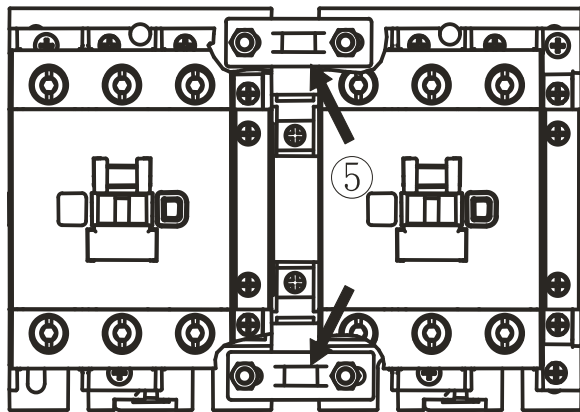

图14
(3)FR6机械连锁的安装方法如图14所示，其中CDC6i - 09~38A只需要完成①至④步骤，CDC6i - 40~95A还需要安装固定连接板：